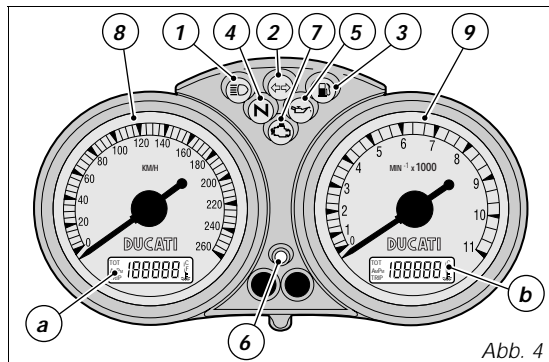

Abb. 4
Cockpit (Abb. 4)
Die CODE CARD an einem sicheren Ort aufbewahren. Ein Mitführen des elektronischen und auf der CODE CARD angegebenen Codes ist jedoch empfehlenswert, falls eine Motorfreigabe anhand des Verfahrens erforderlich sein sollte, bei dem der Gasdrehgriff entsprechend betätigt werden muss. Das nachstehende Verfahren gibt dem Anwender die Möglichkeit, im Fall von Störungen am Immobilizer-System, die Funktion der "Motorsperre", die durch das gleichzeitige Aufleuchten der ockerfarbenen EOBD-Kontrollleuchte (7, Abb. 4) angezeigt wird, freizugeben. Dieses Verfahren kann jedoch nur mittels Eingabe des auf der Code Card angegebenen elektronischen Codes (eletronic code) durchgeführt werden.
Die EOBD-Kontrollleuchte (7, Abb. 4) erlischt nach einer festgelegten Zeit von 8 Sekunden.*
- 4) *So viele Leuchtimpulse der EOBD-Kontrollleuchte (7, Abb. 4) mitzählen, wie sie der ersten Ziffer des Geheimcodes entsprechen.
- 1) Wird der Code erkannt, blinkt die IMMO-Kontrollleuchte (6, Abb. 4) am Cockpit kurz auf; das Schutzsystem hat in diesem Fall den Schlüsselcode erkannt und hebt die Motorsperre auf. Auf das Drücken der START-Taste (2, Abb. 13) hin, springt der Motor an;
- 2) Leuchten die Kontrollleuchte (6, Abb. 4) oder die EOBD-Kontrollleuchte (7, Abb. 4) weiterhin auf, wurde der Code nicht erkannt. In diesem Fall, wird empfohlen, den Schlüssel in die Position OFF zu bringen und ihn darauf erneut auf ON zu schalten. Sollte der Motor weiterhin blockiert bleiben, sollte man es nochmals mit dem anderen, mitgelieferten schwarzen Schlüssel versuchen. Springt der Motor immer noch nicht an, sollte man sich mit einem Kundendienst der DUCATI in Verbindung setzen.
- 3) Blinkt die IMMO-Kontrollleuchte (Abb. 4) weiterhin auf, bedeutet dies, dass eine Anzeige des Immobilizer-Systems zurückgesetzt wurde (z.B. mittels Motorfreigabe über den Gasdrehgriff). Dreht man den Zündschlüssel auf OFF, dann wieder auf ON, müsste die Kontrollleuchte des Immobilizers ihre normale Funktion wieder aufnehmen (siehe Punkt 1).